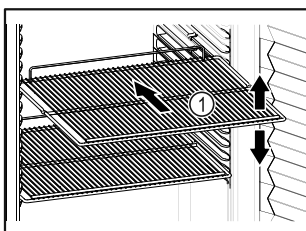

Fig. 57 Simbolična slika
- Če je odlagalna rešetka Fig. 57 (1) premična, jo prilagodite po višini.